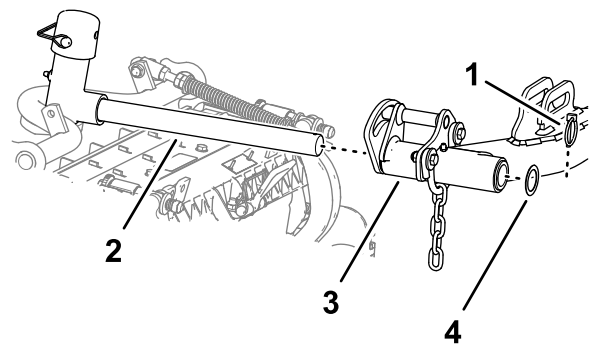

Bild 19
6. Schieben Sie ein Mähwerk unter den Hubarm (**Bild 19**).